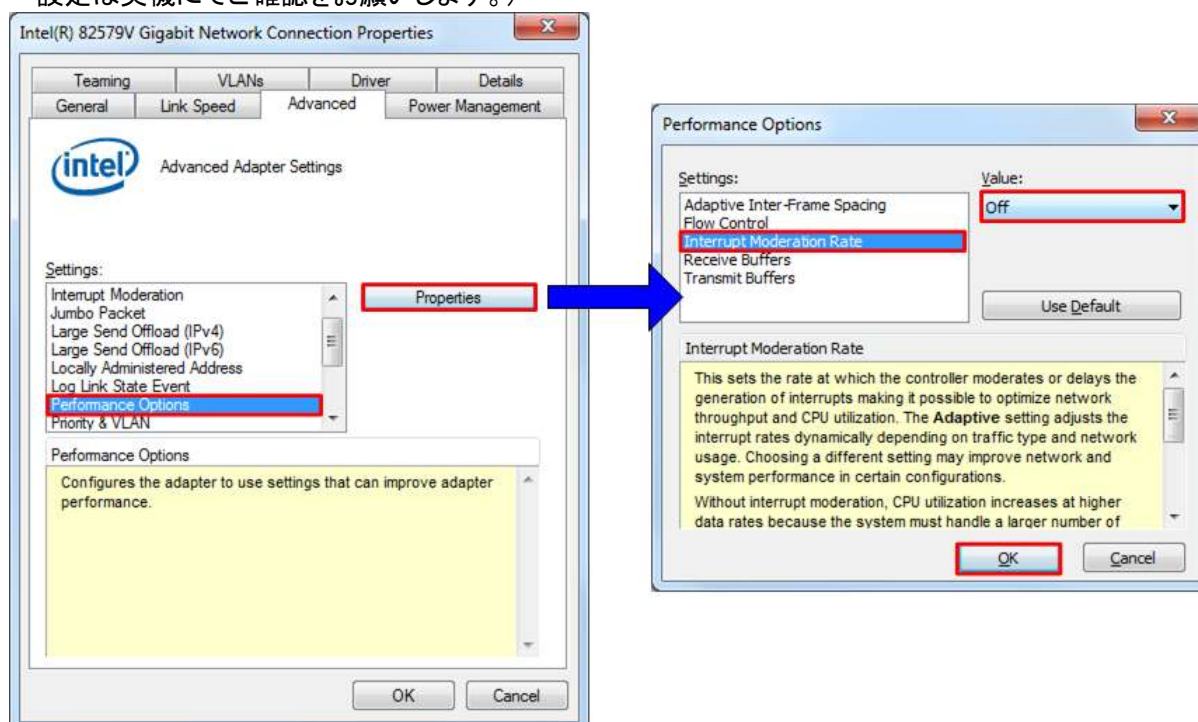

図 3-5: Interrupt Moderation Rate の設定を変更し実機でパフォーマンスを確認
- Intel 製の LAN コントローラでは、アドバンス・タブにパフォーマンス・オプションを設定できる場合があります。この場合図 3-5 に示すように”Interrupt Moderation Rate”を”OFF”とすることで UDP1G-IP デモの実効転送レートを改善するケースがあります。(LAN コントローラやドライバなどの種類に依存するため、パラメータの設定は実機にてご確認をお願いします。)